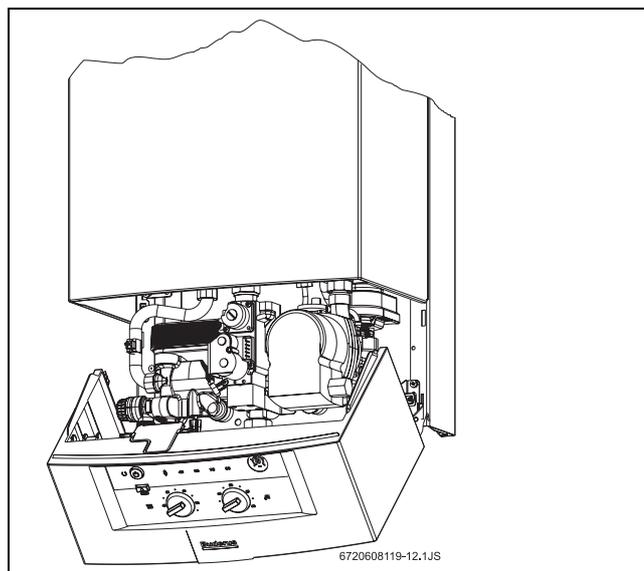

Fig. 22 Posizione di manutenzione
- Far basculare il quadro comandi in posizione di manutenzione (Fig. 22).
- Togliere l'alimentazione elettrica dell'apparecchio, tramite l'interruttore generale (0).
- Svitare di 2-3 giri la vite di tenuta (3) e collegare sulla presa il manometro gas.